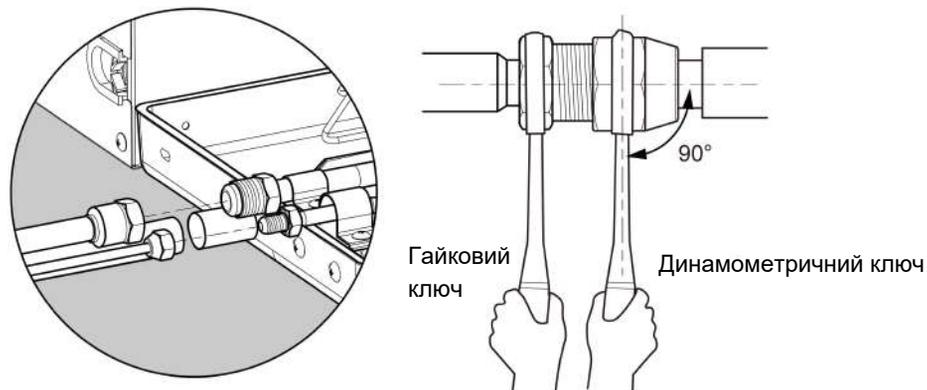

Рис.3.4.1
- (1) Перш ніж паяти ущільнювальну кришку трубопроводу, переконайтеся, що в трубопроводі немає холодоагенту. Інакше це може призвести до шкоди майну та травмам.
- (2) Дотримуйтеся наступних принципів під час з'єднання трубопроводів: З'єднувальний трубопровід має бути якомога коротшим. Різниця у висоті між внутрішнім і зовнішнім блоками повинна бути якомога меншою. Зберігайте кількість вигинів якомога меншою. Радіус кривизни повинен бути якомога більшим.
- (3) Спаяйте з'єднувальні труби між внутрішнім і зовнішнім блоками. Будь ласка, суворо дотримуйтеся вимог до процесу паяння. Каніфольні включення та найменші отвори неприпустимі.
- (4) Укладаючи труби, будьте обережні, щоб не деформувати їх. Радіус згинання деталей повинен бути більше 200 мм. Труби не можна багаторазово згинати або розтягувати, інакше матеріал втратить здатність згинатись. Не згинайте і не розтягуйте трубу тричі в одному і тому ж положенні.
- (5) Будь ласка, використовуйте динамометричний ключ, щоб приєднати накидну гайку до внутрішнього блоку. Див. рис. 3.4.1, який показано нижче.